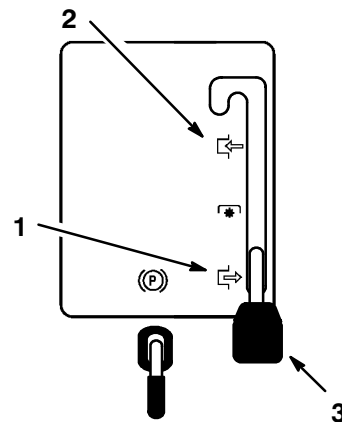

Bild 4
2. Stellen Sie den Schneidwerkhebel auf "Einkuppeln" (Bild 4).
2. Stellen Sie den Zapfwellenantrieb auf Auskuppeln (Bild 4).